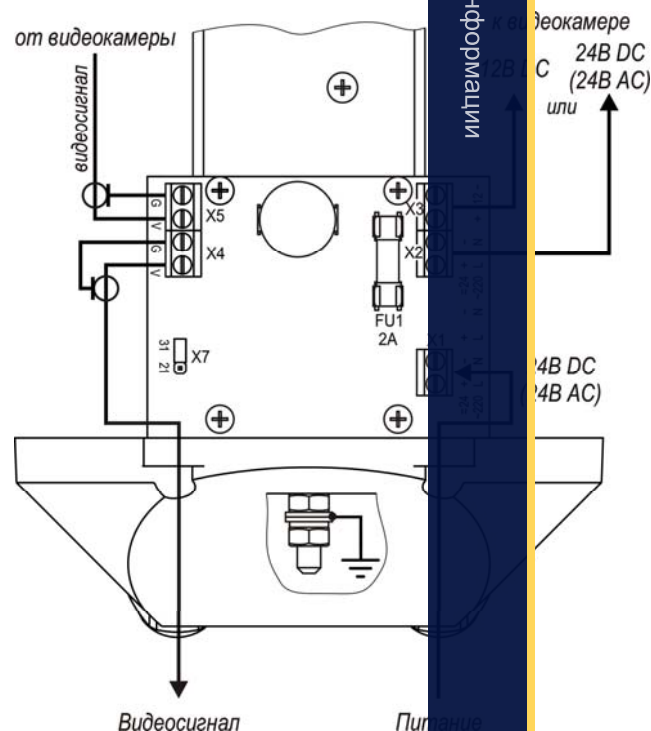

Рис.2 Подключение ТГБ-7 ТВ-24/12(24); ~24(24)
4. Подсоединить видеокамеру к контактам платы коммутации в соответствии со схемой подключения (рис.2, 3 или 4).
5. Ввести через гермовводы внешние кабели (кабель видео или интерфейсный кабель и кабель питания) и подключить их к плате коммутации (рис.2, 3 или 4).
Предприятием изготовителем джампер X7 установлен в положение «31» - мощность обогрева 31 Вт, для изменения мощности на 21 Вт джампер X7 необходимо переставить в положение «21» (см. рис.2 и 3).